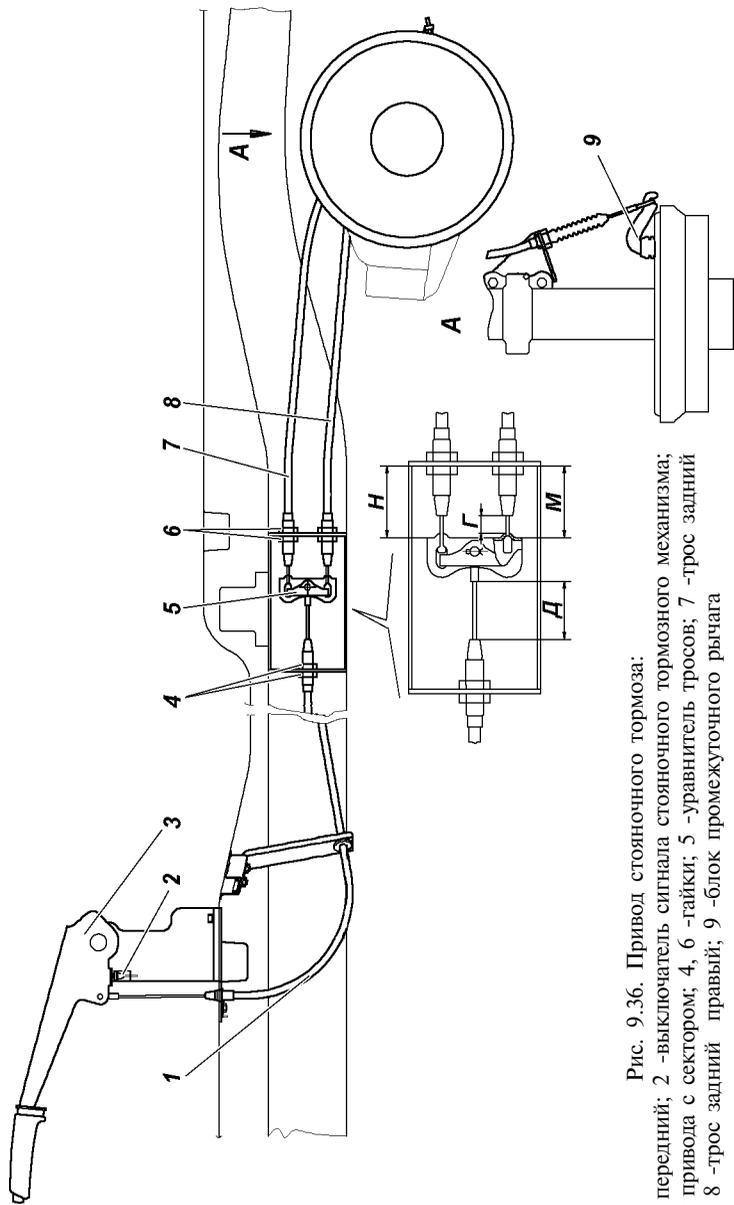

Рис. 9.36. Привод стояночного тормоза:
**Колесный стояночный тормоз** действующий на тормозные колодки задних колес (рис. 9.36).
3. Установите рычаг стояночного тормоза 3 (рис. 9.36) в нижнее положение.
5. Вращением гаек 4 и 6, выберите слабины тросов 7, 8, натянув их усилием 100 Н (10 кгс). При этом необходимо выдержать размер  $\Gamma = 1$  мм (min),  $D = 35$  мм (min) и разницу размеров М и Н не более 6 мм (рис. 9.36).